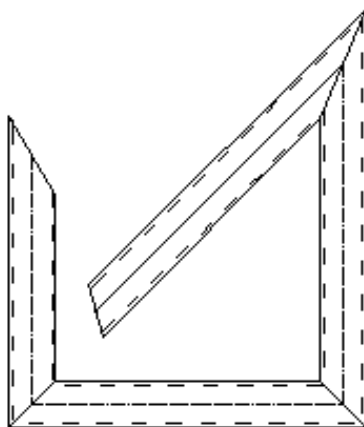

Рис. 4.5. Фигура, начерченная мультилинией
*Мультилиния* представляет собой объект, состоящий из совокупности линий различных типов, располагаемых параллельно друг другу. При построении мультилинии указываются координаты ее оси, все остальные линии достраиваются автоматически. Пример мультилинии показан на рис. 4.5.